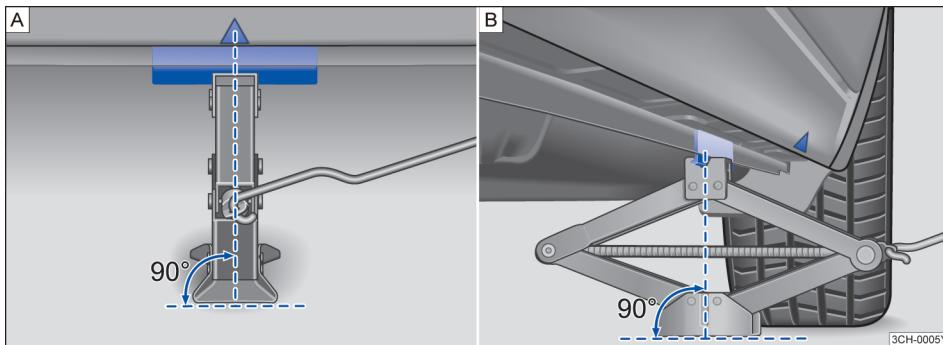
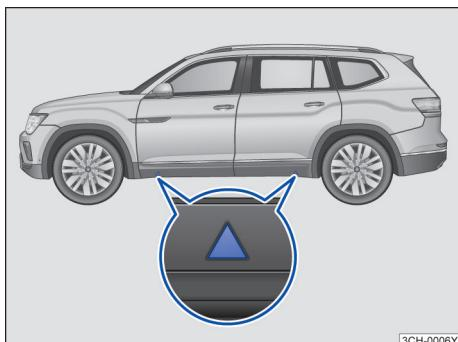

图 233 将千斤顶放在汽车左侧
图 234 汽车千斤顶的支撑点
汽车千斤顶只允许放置在图示支撑点（车身上的标记）处→图 234 或→图 233。在每个车轮旁都有相应的支撑点→**▲**。
5. 在车身底部下方找到靠近更换的车轮侧的千斤顶支撑点→图 234。